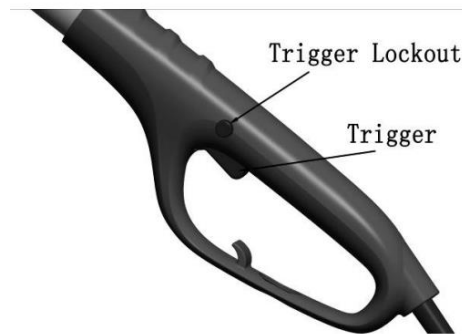

Figure 9
5. Lorsque vous êtes prêt à effectuer une coupe, appuyez sur le verrouillage de la gâchette et appuyez sur la gâchette (voir la figure 9). Cela activera la scie à perche. Le déclenchement de la gâchette éteindra la scie à poteau. Assurez-vous que la scie fonctionne avant de commencer une coupe